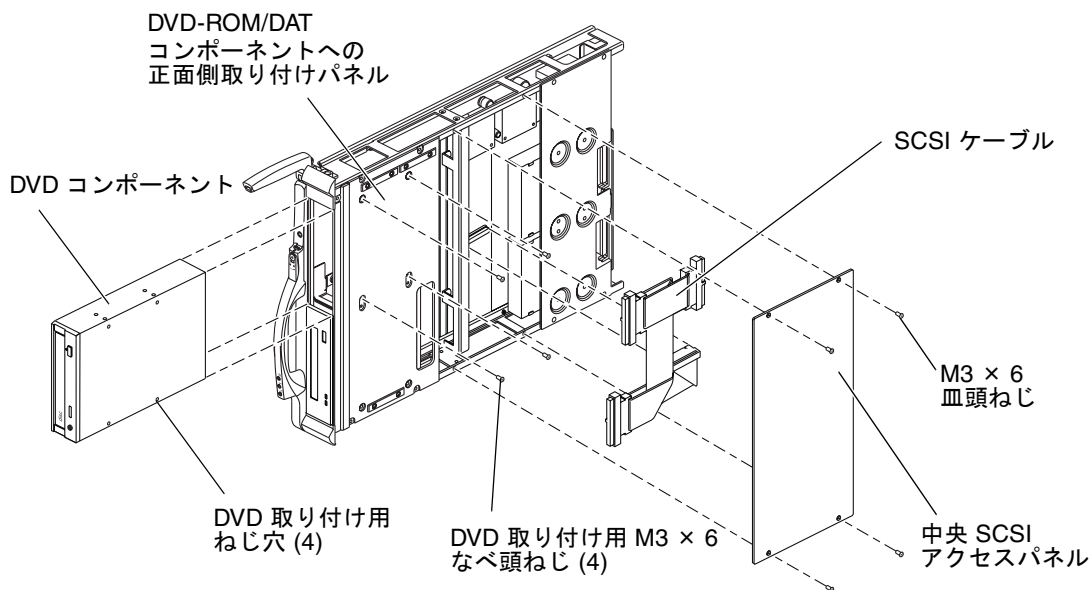

図 7-3 SC 周辺装置ボードからの DVD の取り外しおよびアクセスパネル — 分解図
6. SC 周辺装置ボードの内部 DVD コンポーネントにアクセスするには、図 7-3 に示すように、正面側の取り付けパネルから 4 本の M3×6 なべ頭ねじを取り外します。